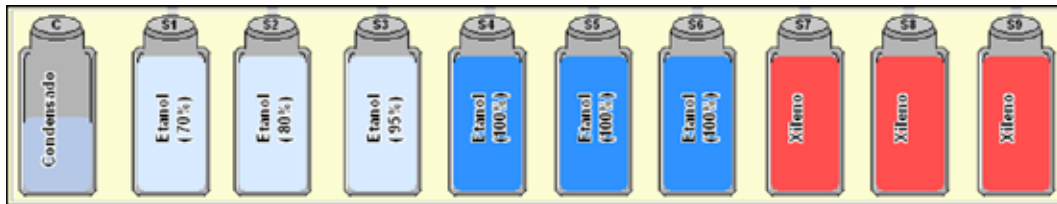

Fig. 50
- Las botellas del sistema se denominan "S1" a "S9" y en la pantalla están reunidas en su propia área (fig. 50). A la izquierda se encuentra la botella de condensado con el nombre "C".